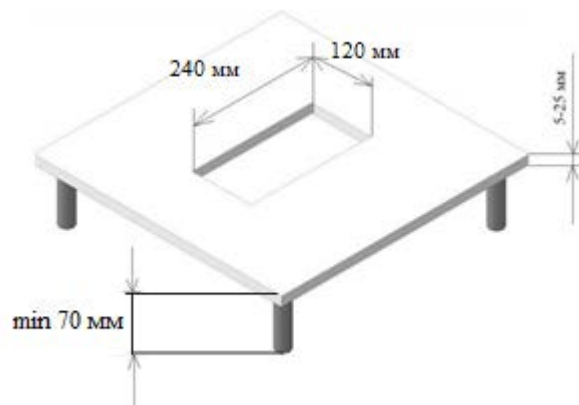

Рис. 2
1. Вырезать монтажное отверстие размером: 240 x 120 мм (рис. 2).